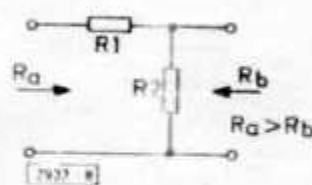

Abb. 8
Durch Einfügen eines ohmschen L-Gliedes nach Abb. 8 zwischen die Filter verschiedenen Abschlußwiderstandes kann man erzwingen, daß beide Filter richtig abgeschlossen sind. Dieses L-Glied stellt praktisch einen ohmschen Spannungsteiler dar, so daß man damit eventuell eine beträchtliche Grunddämpfung in die gesamte Filteranordnung bringt. Da derartige Nf-Bandpässe aber i. a. stets zwischen Verstärkerstufen eingefügt werden, kann man diese Grunddämpfung durch geeigneten Verstärkungsgrad kompensieren.
Mit den in Abb. 8 eingetragenen Bezeichnungen lauten die Dimensionierungsgleichungen:
Setzt man  $R_a = R_T = 1,5 \text{ k}\Omega$  und  $R_b = R_\pi = 420 \Omega$  für die beiden Filterteile ein, so ist  $R_a > R_b$  gewährleistet. D. h. der Hochpaß liegt an der linken, der Tiefpaß an der rechten Seite des L-Gliedes nach Abb. 8. Dann errechnet man aus (19):  $R_2 \approx 730 \Omega$  und aus (18):  $R_1 \approx 938 \Omega$ .